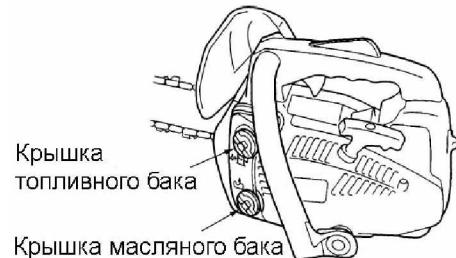

Рис. 6.
1. Залейте топливную смесь в топливный бак и масло для цепи в масляный бак соответственно. Плотно закрутите крышки баков. См. Рис. 6.